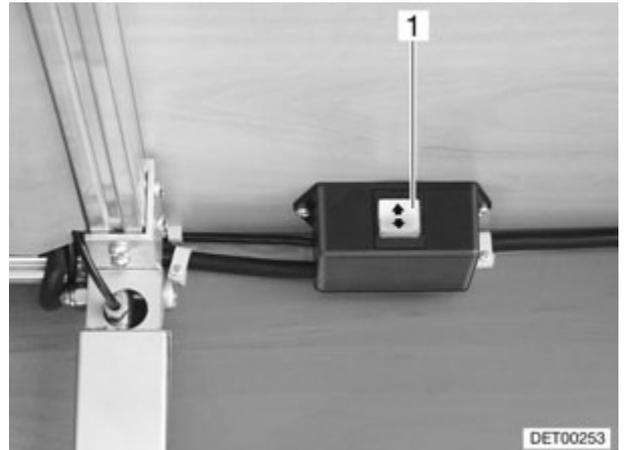

Fig. 81 Commutateur de commande du lit arrière escamotable électriquement
- Appuyer sur le commutateur à bascule (Fig. 81,1) qui se trouve dans le garage arrière vers le haut et le maintenir enfoncé jusqu'à ce que le lit se trouve dans la position souhaité ou à la butée.
- Appuyer sur le commutateur à bascule (Fig. 81,1) qui se trouve dans le garage arrière vers le bas et le maintenir enfoncé jusqu'à ce que le lit se trouve dans la position souhaité ou à la butée.